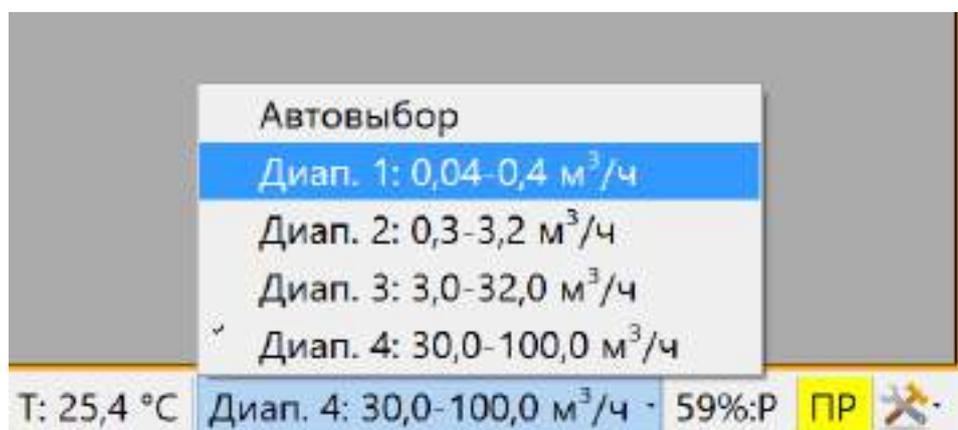

Рисунок 7
- «Диап.» осуществляется настройка рабочего диапазона Установки (рисунок 7).